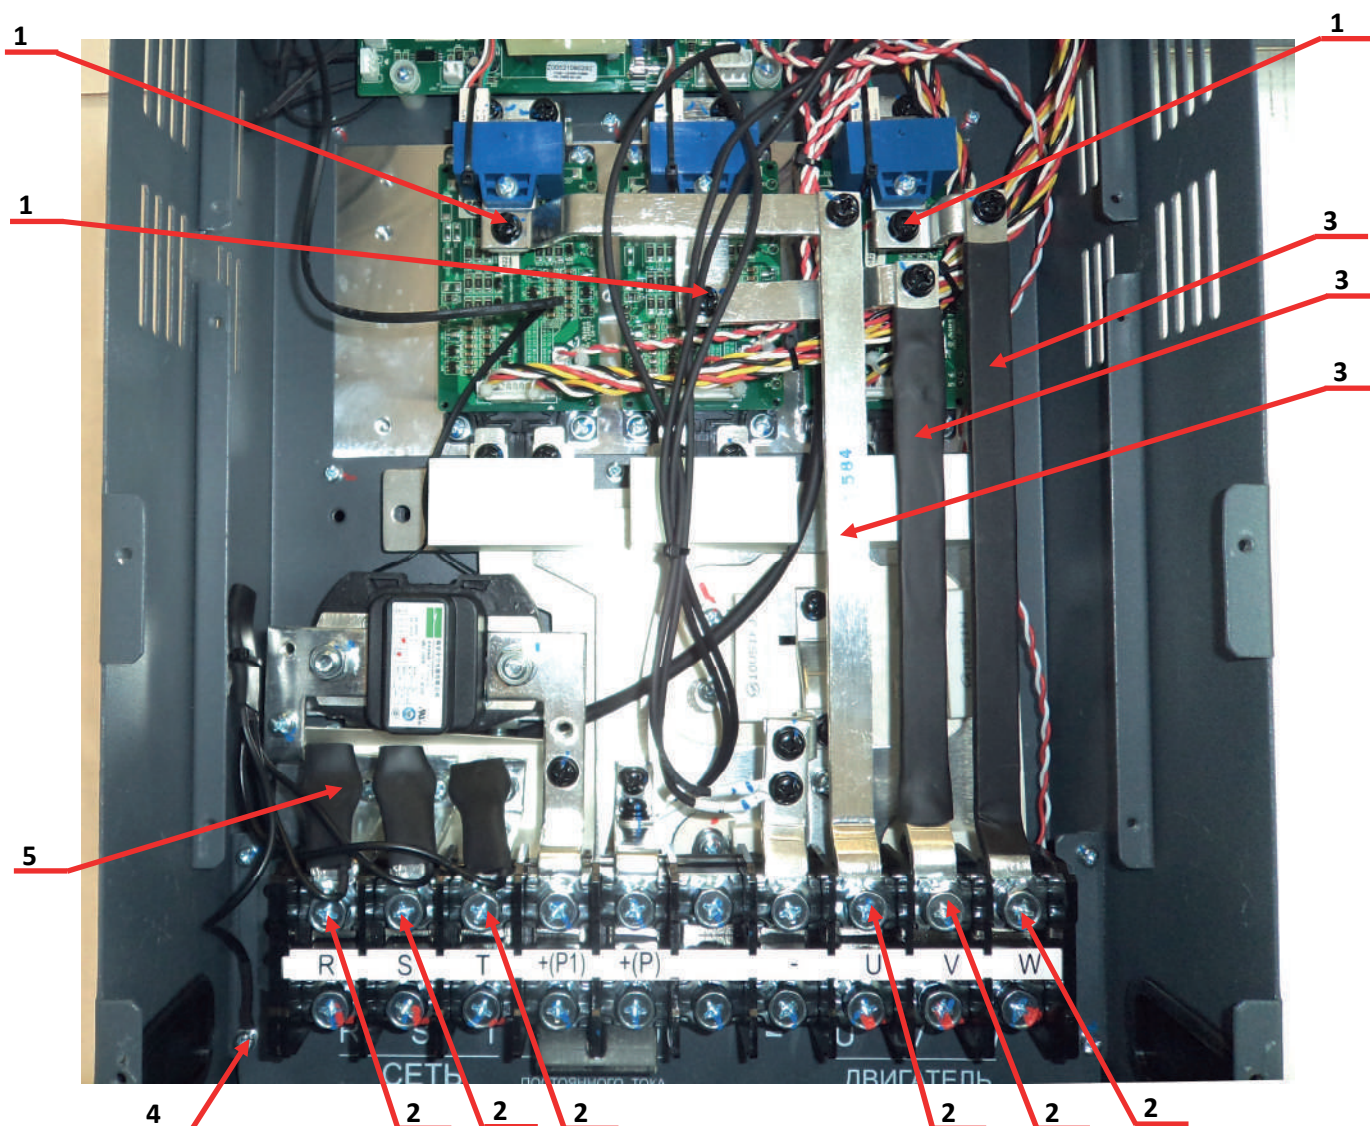

Рис.6.16
- 6.10.2. Открутить (рис.6.16):
- 6.10.3. Извлечь три силовые выходные шины поз.3 (рис. 6.16) и положить их в тару 3.1.16.
- 6.10.5. Извлечь варисторную сборку поз.5 и положить её в тару 3.1.16 (рис.6.16).